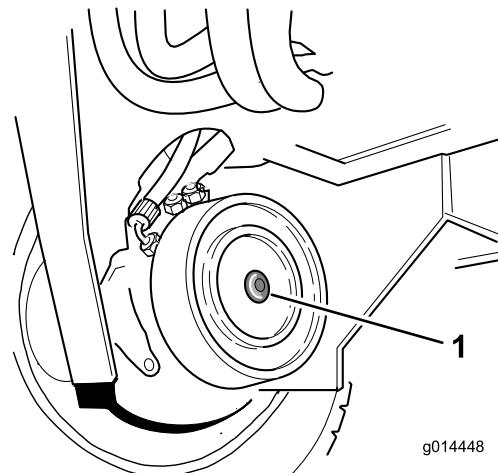

Bild 59
2. Machen Sie die rechte Vorderradmotorscheibenbremse ausfindig und entfernen Sie die Sechskantschraube (Bild 59).